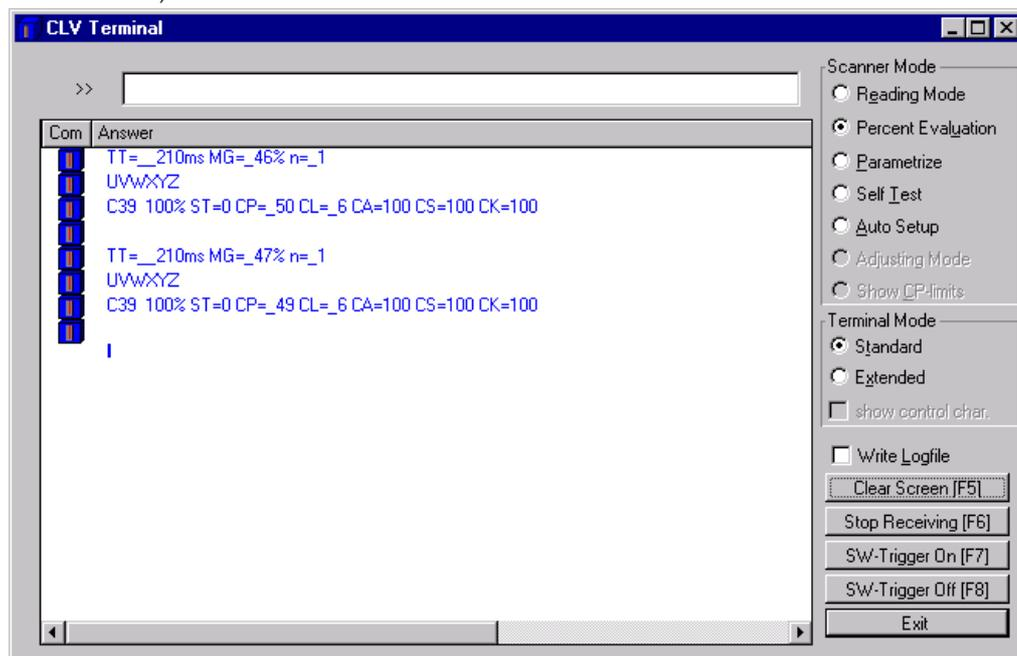

Fig. 16. Mode pourcentage („*Percentage Evaluation*“) fenêtre „*TERMINAL*“ du logiciel
- Dans la fenêtre (*fig. 16*) qui s'ouvre, cliquer à droite sur „*POURCENTAGE*“ (PERCENT EVALUATION )